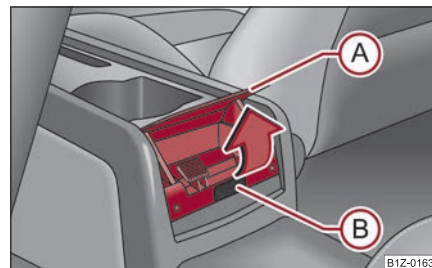

Fig. 112 Consola central baja: Cenicero trasero
- Debe asir la tapa del cenicero por el borde inferior (A) y abrirla en el sentido de la flecha ⇒ fig. 112.